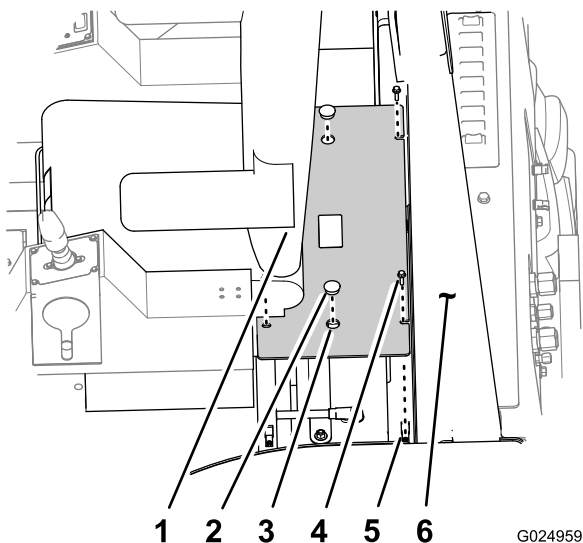

Figura 82
3. Remova os 4 parafusos que fixam a tampa da bateria à plataforma EPCC (Figura 82).
1. Alinhe os orifícios nas abas de fixação da tampa da bateria com as porcas da placa na plataforma EPCC em torno da bateria (Figura 82).
2. Fixe a tampa da bateria à plataforma EPCC com os 4 parafusos (Figura 82).